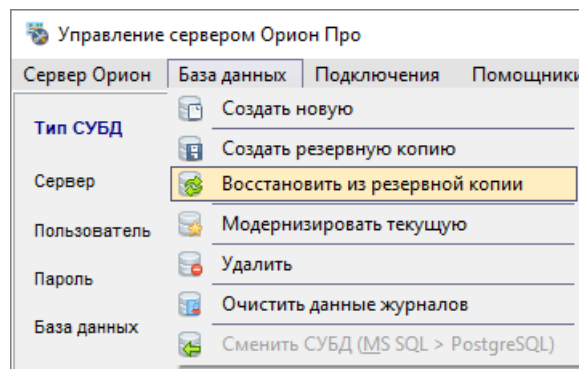

Рисунок 4-55 Переход к восстановлению БД из резервной копии
- 1) выберите в меню «База данных» (см. п. 4.3.1.2) пункт «Восстановить из резервной копии» (см. Рисунок 4-55);